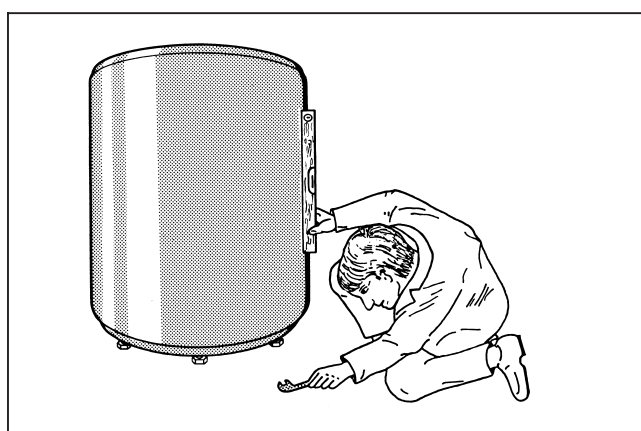

Fig. 5
- Mettere a livello l'accumulatore-produttore di acqua calda sanitaria regolando le viti per la messa in posa di cui sono muniti i piedi (Fig. 5).